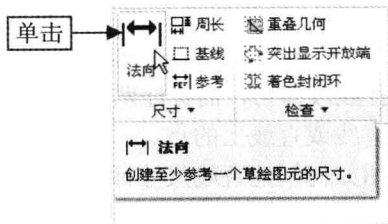

图 3-33 单击“法向”按钮
Step 02 在“功能区”选项板的“草绘”选项卡中，单击“尺寸”面板中的“法向”按钮，如图 3-33 所示。